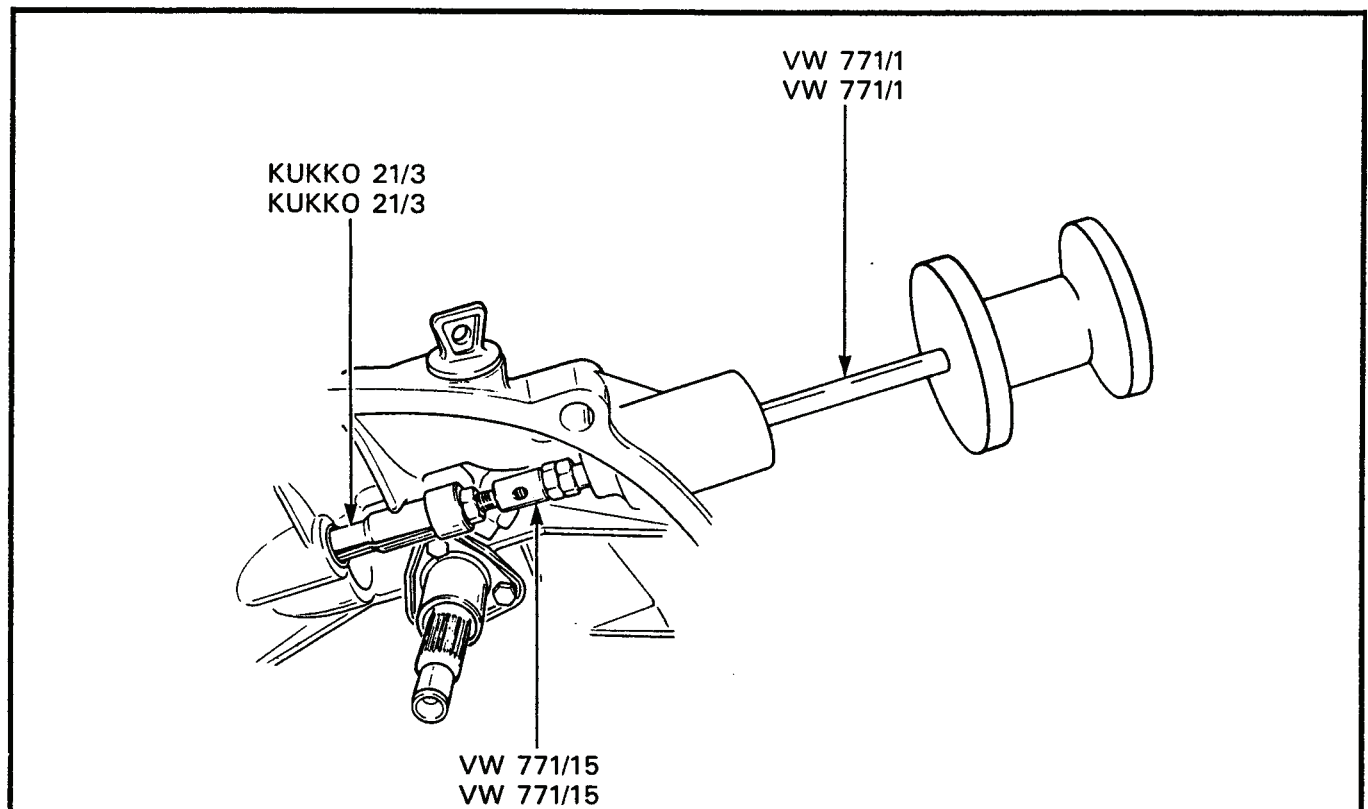

Figure 3-1-3 Removal of Clutch Release Shaft Bushing
- (1) Remove the clutch shaft stop for access to the bushing.
- (2) Insert internal extractor KUKKO 21/3, into the bushing and tighten the nut, see Figure 3-1-3.
- (3) Insert sliding hammer and adapter VW771/15 through the shaft opening in the housing, and screw it onto the internal extractor.
- (4) Remove the bushing.
- (1) Enlever la butée de l'arbre de débrayage pour avoir accès au coussinet.
- (2) Insérer l'extracteur interne KUKKO 21/3 dans le coussinet, et serrer l'écrou. Voir figure 3-1-3.
- (3) Insérer l'extracteur à inertie et l'adaptateur VW771/15 dans l'ouverture de l'arbre du logement, et le visser sur l'extracteur interne.
- (4) Enlever le coussinet.